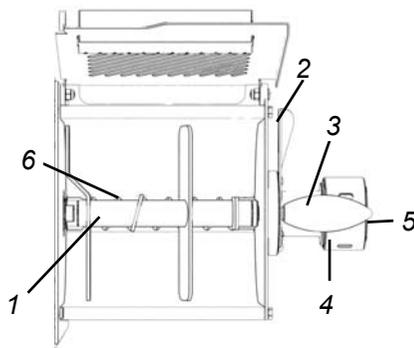

Рис. 7.2.1
1. Приведите мешалку "1" в положение, показанное на рис. 7.2.1.
Если не перевести предварительно лопасть в положение как на рис. 7.2.1, ее **нельзя** будет снять.